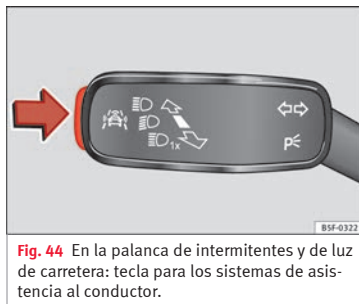

Fig. 44 En la palanca de intermitentes y de luz de carretera: tecla para los sistemas de asistencia al conductor.
- Pulse brevemente la tecla **» fig. 44** en la dirección de la flecha para abrir el menú **Asistentes**.